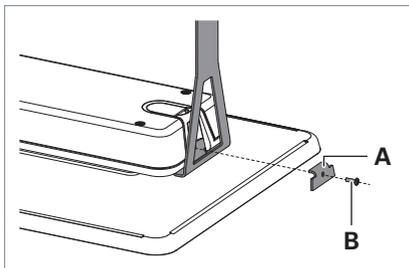

Fig. 5: Atornillamiento de las escuadras en el soporte para el techo.
- ▶ Atornille la escuadra **A** con el tornillo **B** en el soporte para el techo, véase Fig. 5.